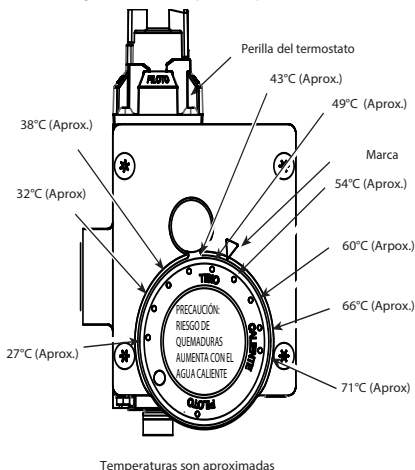

Figura 5. — Termostato
2. **AJUSTE DE LA TEMPERATURA DEL AGUA** — La temperatura del agua en el calentador se puede regular ajustando el indicador de temperatura en la parte delantera del termostato (Consulte la Figura 5). Para cumplir con las regulaciones de seguridad, el termostato fué ajustado a su ajuste más bajo antes de que el calentador de agua fuera desarmado desde la fábrica. Se recomienda un ajuste de 49°C (120°F), o más bajo si lo requieren los códigos locales, como punto de partida.